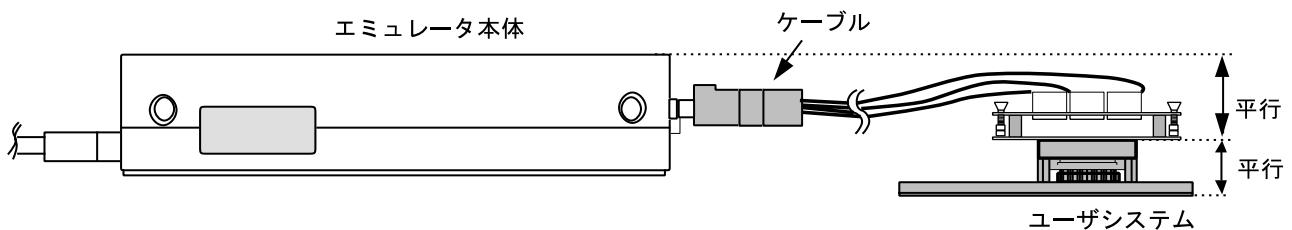

図10 設置例
- (1) ユーザシステムへの接続時には1ピン位置に十分注意して、誤接続は絶対にしないでください。
- (2) 本ユーザシステムインターフェースケーブルを使用する場合の推奨マウントパッド寸法は、MCU実装用マウントパッド寸法とは異なりますので注意してください。
- (3) 本ユーザシステムインターフェースケーブルは、HS3800EPI60Hエミュレータ専用ですので、他のエミュレータ本体には使用しないでください。
- (4) ケーブル本体部が断線する可能性がありますので、本ユーザシステムインターフェースケーブルの上に重いものや金属等の角の尖ったものを置かないでください。
- (5) ユーザシステムに接続した状態では、ユーザシステムインターフェースケーブル、特にケーブル先端部に無理な力が加わらないように注意する必要があります。図10の設置例を参照してご使用ください。